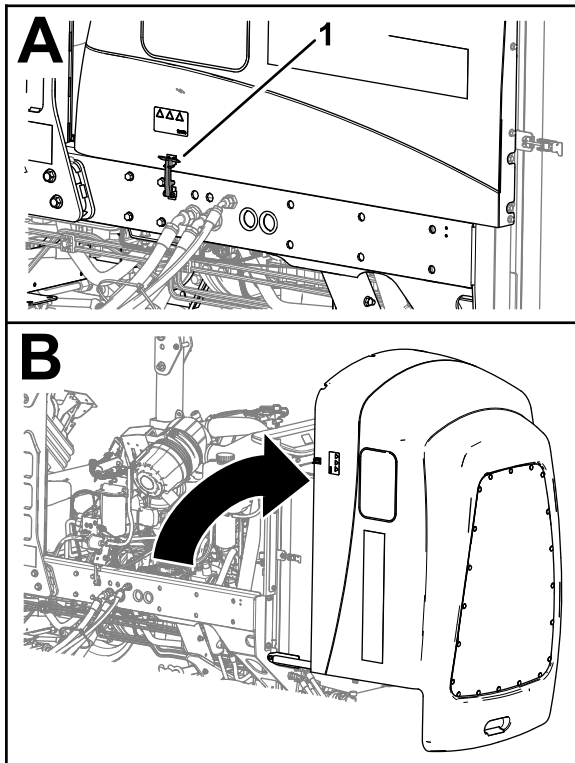

Figure 104
1. Ouvrez les 2 verrous du capot (Figure 104).
1. Débloquez le loquet en caoutchouc du couvercle du compartiment de la batterie (Figure 104).